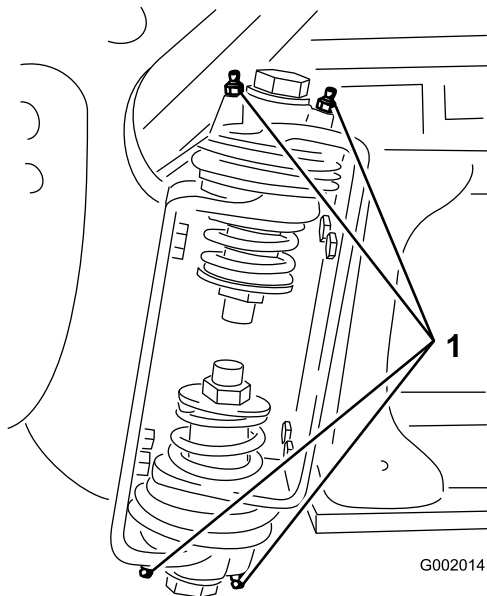

Figura 45
2. Pompate del grasso nel raccordo di ogni cuscinetto o boccola Figura 45.